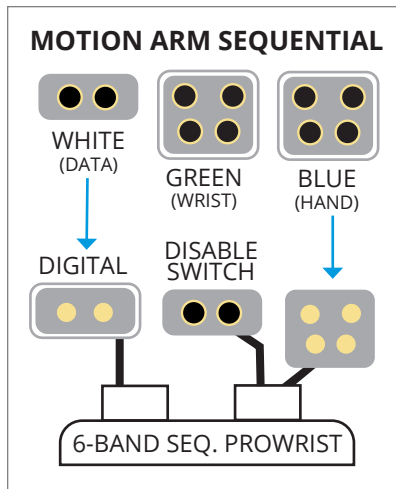

Figure 7. 6-Band ProWrist wiring.
3. Sluit de bedrading van de Motion Arm aan op de ProWrist. Zie afbeelding 7, 8 of 9 voor de configuraties.